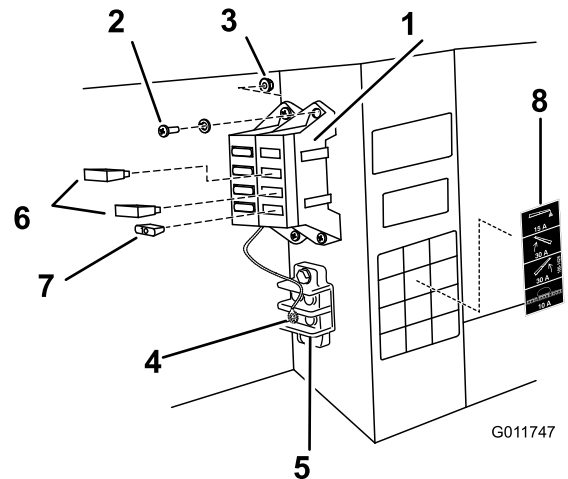

Bild 12
8. Schließen Sie das schwarze Erdkabel mit der Fächerscheibe an die bestehende 1/4 Zoll Schraube innen am Fahrzeugchassis an (Bild 12).
10. Bauen Sie den Sicherungsblock und den Kabelbaum neben den bestehenden Sicherungsblöcken am Rahmen ein. Verwenden Sie zwei Schrauben (Nr. 10-24 x 3/4 Zoll) und zwei Sicherungsmuttern (Nr. 10-24), siehe Bild 12.
- A. Setzen Sie den 30 A Überlastungsschutz (2 Stück) in den linken und rechten Sicherungsschlitze des Auslegerhubs ein (Bild 12).
- B. Setzen Sie die 10 A Sicherung in den Stromsicherungsschlitze des Sprühsystems ein (Bild 12).